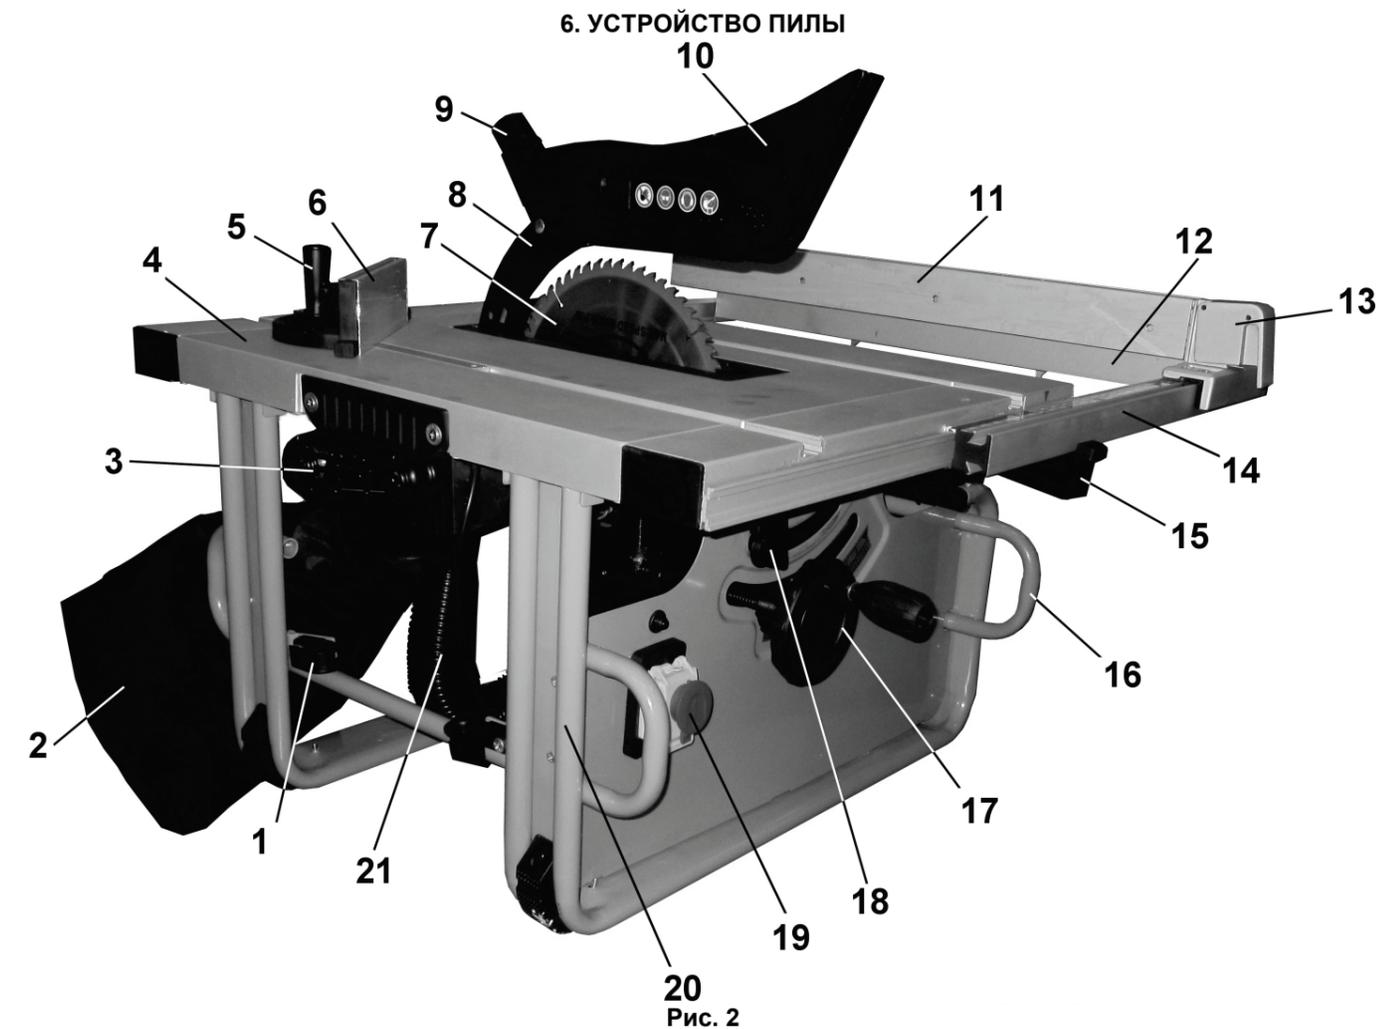

Рис. 2
8. СБОРКА ПИЛЫ (Рис. 2, 3, 4)
8.3. Используя элементы крепления (Г, Д, Е), установите рукоятку (Ж), Рис.1, на маховик (17), Рис.2.
8.9. В паз рабочего стола (4) установите угловой упор (В), Рис.1, для косога и поперечного пиления, Рис. 2.
- 12.4. Защитный кожух (10), Рис. 2, пильного диска (7), пильный диск (7) всегда должны быть в рабочем состоянии.